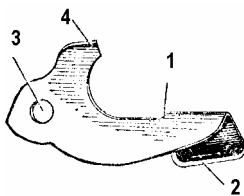

Рис. 39. Затворная задержка:
5. **Затворная задержка** (рис.39) служит для удержания затвора в заднем положении по израсходовании всех патронов из магазина.